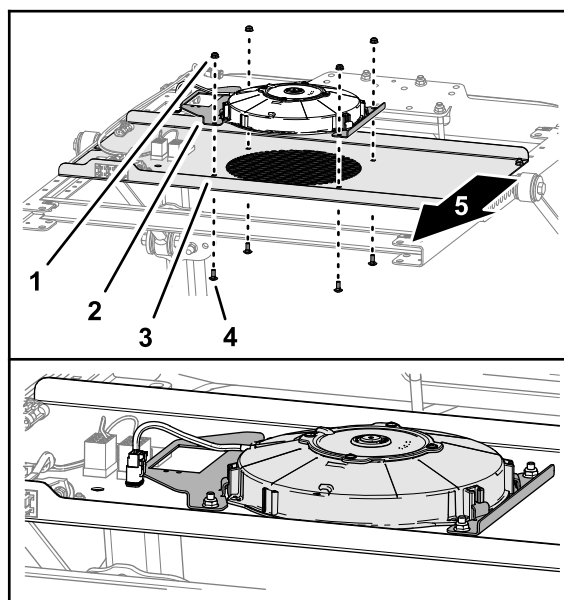

図 4
4. 図 4に示すように、ファン取り付けブラケットの穴をスイッチパネルの穴に合わせる。
5. スwitchパネルにファンとブラケットを組み付ける 図 4キャリッジボルト $\frac{1}{4}$ " x $\frac{5}{8}$ "4本とフランジロックナット $\frac{1}{4}$ "4個を使用する。